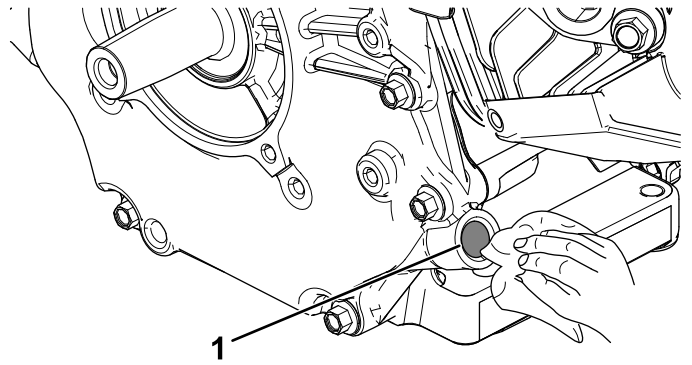

図 7
3. ディップスティックチューブを取り付ける面を十分にきれいにする 図 7。